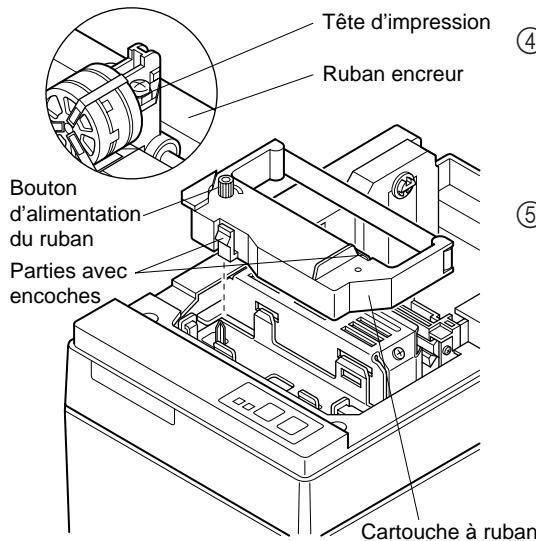

Fig. 4-2 Mise en place de la cartouche à ruban
① Mettez l'imprimante hors tension.
② Soulevez le capot d'environ 3 cm. Tout en tenant le couvercle incliné à cet angle, tirez-le vers vous pour l'enlever.
③ Mettez la cartouche à ruban en place dans le sens indiqué dans la figure 4-2 et appuyez légèrement sur la cartouche afin qu'elle se mette en place. Si la mise en place de la cartouche n'est pas satisfaisante, appuyez sur la cartouche tout en faisant tourner le bouton d'alimentation du ruban de la cartouche dans le sens de la flèche.
④ Pour tendre le ruban, faites tourner le bouton d'alimentation du ruban de la cartouche dans le sens de la flèche.
⑤ Pour remettre en place le capot, suivant la procédure décrite à l'étape ② dans le sens inverse.